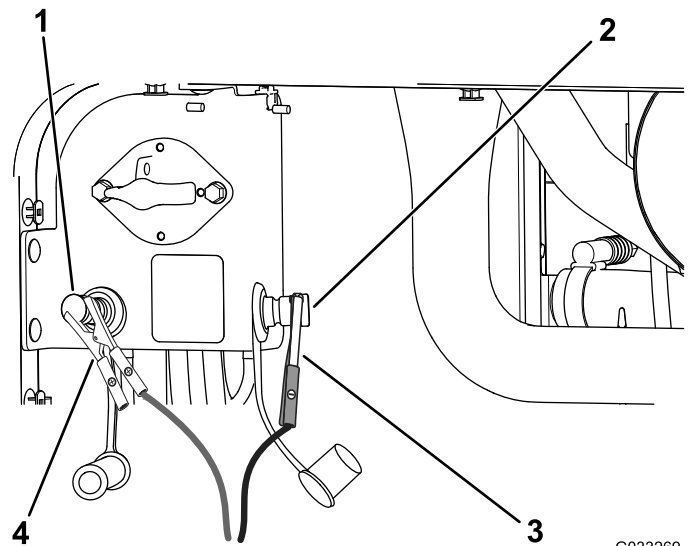

Figure 110
4. Connectez le câble positif du chargeur de batterie à la borne positive de la batterie déchargée (Figure 110).
5. Branchez le câble négatif du chargeur de batterie à la borne négative de la batterie déchargée (Figure 110).
7. Quand les batteries sont chargées au maximum, débranchez le chargeur de la source électrique, puis débranchez les fils du chargeur des bornes de la batterie déchargée (Figure 110).